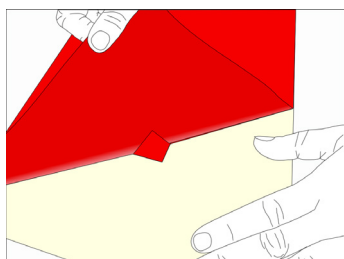
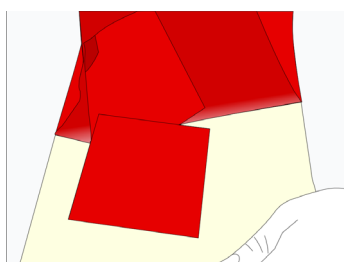

Figure 02
Figure 03
- › Que le carré découpé reste bien collé sur le protecteur. (FIG. 02) (FIG. 03)